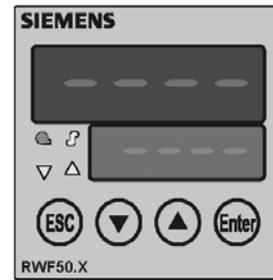

Fig. 40 - Regolatore modulante
**Legenda Fig. 40**
- Portare in posizione ON l'interruttore **A** sul pannello di controllo del bruciatore (Fig. 40).